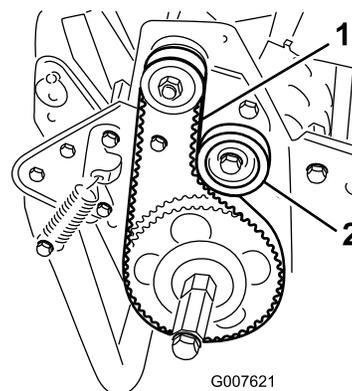

Рисунок 38
2. Проверьте натяжение, приложив к ремню посередине между шкивами (Рисунок 38) усилие 18–22 Н. Ремень должен прогнуться на 6 мм.
- А. Отпустите гайку крепления натяжного шкива и поджимайте натяжной шкив по часовой стрелке к обратной стороне ремня, пока не будет получено требуемое натяжение (Рисунок 38).